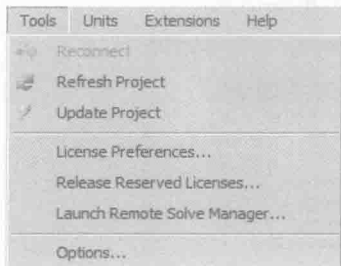

图 1-13 Tools 菜单
(4) Tools (工具) 菜单中的命令如图 1-13 所示。下面对 Tools 中的常用命令进行介绍。